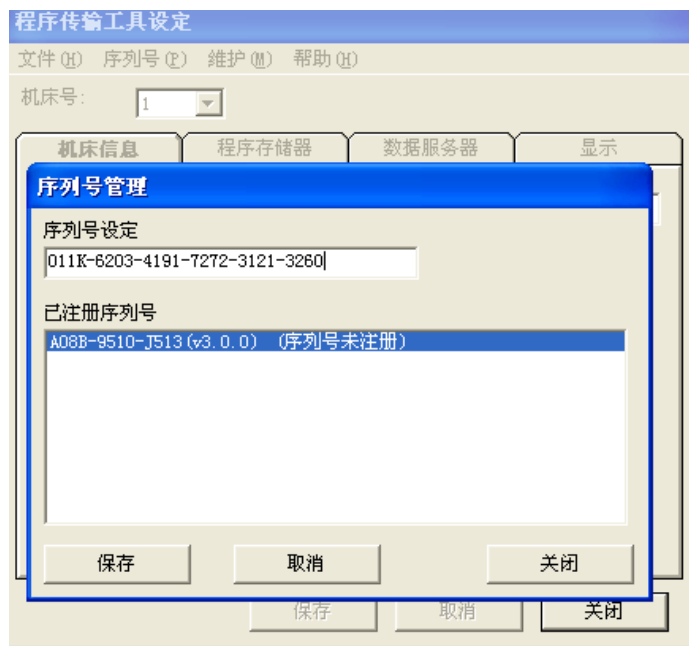

图 3 序列号填写画面
(2) 软件需要激活之后才能正常使用，第一次启动软件列表中的会话设定，会弹出序列号管理界面，如图 3 所示，也可以通过会话设定中序列号选项中的管理界面来填写，安装文件夹中 **SERIES NUMBER.txt** 为软件的序列号，填写完成之后点击保存，最后选择关闭，完成此步之后，程序传输工具就成功完成了安装。